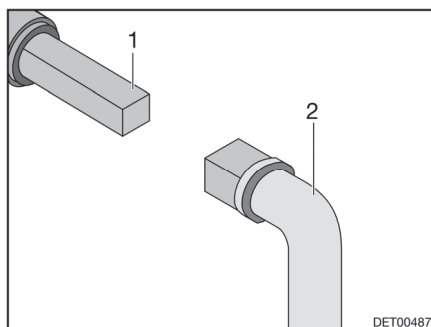

Bild 145 Handhavande avloppsventil
- Sätt nyckeln (Bild 145,2) mot fyrkanten (Bild 145,1).